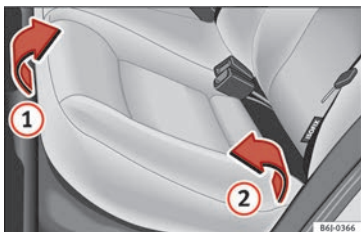
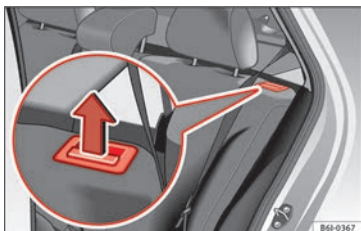

Fig. 143 Relever la banquette arrière.
Fig. 144 Touche de déverrouillage du dossier arrière.
- Tirez la partie avant de la banquette » fig. 143 ① vers le haut dans le sens de la flèche.
- Soulevez l'assise ② vers l'avant dans le sens de la flèche.
- Tirez la touche de déverrouillage » fig. 144 dans le sens de la flèche et basculez le dossier vers l'avant.